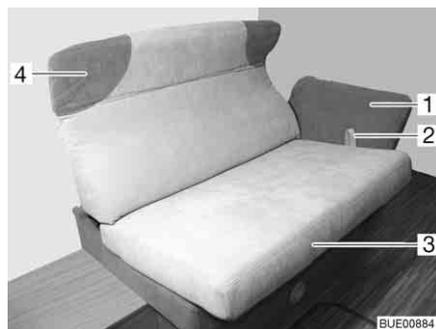

Fig. 87 Réglage de la banquette longitudinale
- Tirer la boucle (Fig. 87,2) vers le haut et le siège (Fig. 87,3) avec précaution vers le milieu sur les rails jusqu'en butée.
- Saisir l'appui-tête rembourré (Fig. 87,4) des deux mains et le placer avec précaution dans la position désirée vers le haut ou le bas.
- Saisir l'accoudoir (Fig. 87,1) des deux mains et le placer avec précaution dans la position désirée vers le bas ou le haut.